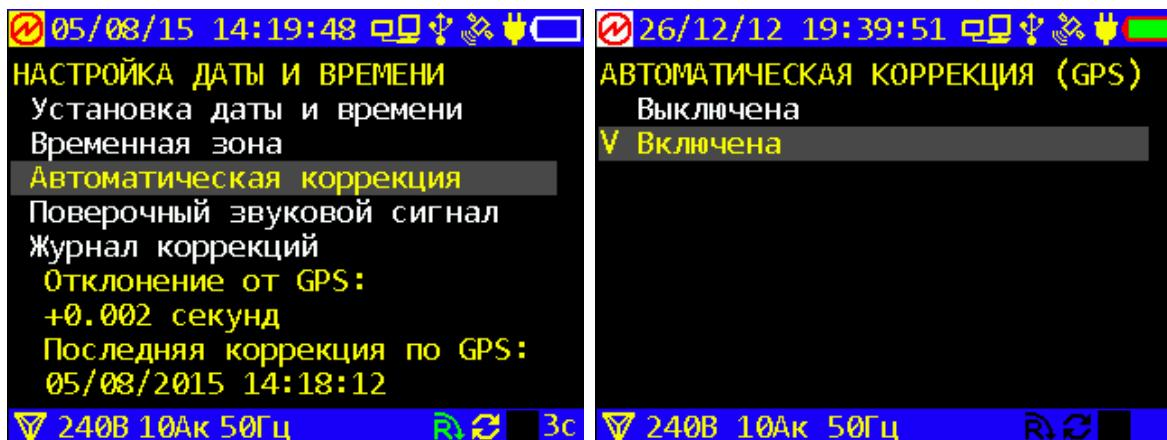

Рисунок 4.4.6 - Экраны настройки даты и времени
4.4.6.1 При входлении в пункт «Автоматическая коррекция» предоставляется возможность включить или выключить автоматическую коррекции времени, выбрав альтернативный режим на экране (Рисунок 4.4.6 справа). Выбор осуществляется с помощью клавиш  $\downarrow$ ,  $\uparrow$  и «ENT». Напротив выбранного режима появляется V-образный курсор. На символ GPS на верхней строке состояния этот выбор не влияет, поскольку приемник GPS работает независимо от того, использует прибор его данные для коррекции времени или нет.